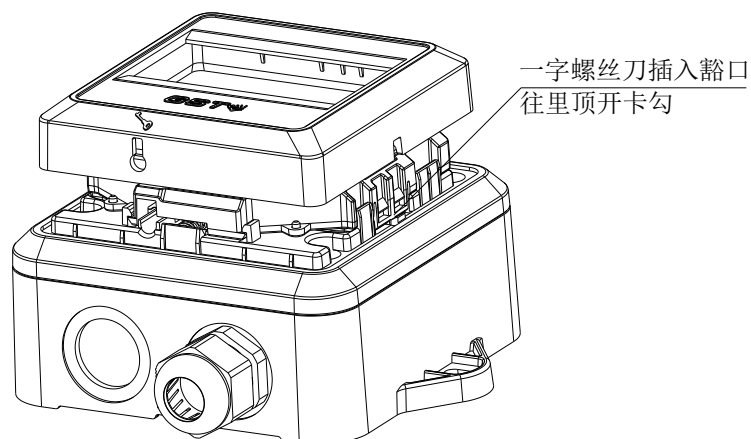

图 4 上盖拆卸示意图
3. 拆卸上盖，按示意图如图 4 所示，由上盖侧面豁口插入小一字螺丝刀，往里顶卡勾，上盖即可拆下来。不能撬，只往里顶即可。